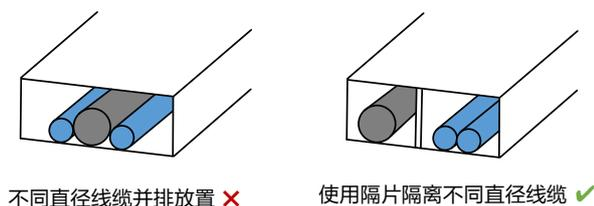

图4-4 隔片分离隔离
- 同一链轨内,若存在不同粗细直径的线缆,外径小的线缆容易被外径大的线缆挤压到底部,此时需使用隔片进行分类隔离,如图 4-4 所示。